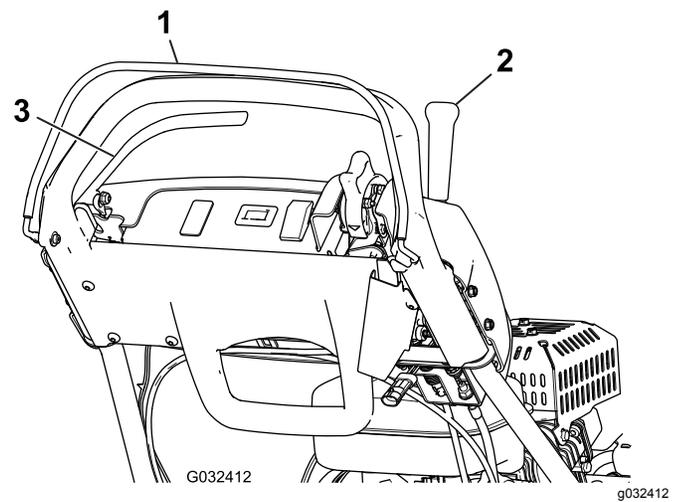

Figure 31
3. Relâchez la commande OPC et essayez d'engager le levier de commande de déplacement (Figure 31). Le levier de commande de déplacement ne doit pas s'engager. Si le levier de commande de déplacement s'engage, le système de sécurité doit être révisé. Remédiez au problème avant d'utiliser la machine ; voir Entretien du contacteur de sécurité de déplacement \(page 30\).
4. Appuyez sur la commande OPC et engagez le levier de commande de déplacement, puis relâchez la commande OPC (Figure 31). Le levier de commande de déplacement doit s'engager. Si le levier de commande de déplacement ne s'engage pas, le système de sécurité doit être révisé. Remédiez au problème avant d'utiliser la machine ; voir Entretien du contacteur de sécurité de déplacement \(page 30\).
5. Après avoir appuyé sur la commande OPC et déplacé le levier de changement vers la gauche, engagez le levier de commande de déplacement et du cylindre, puis relâchez la commande OPC (Figure 31). Le levier de commande de déplacement doit s'engager. Si le levier de commande de déplacement ne s'engage pas, le système de sécurité doit être révisé. Remédiez au problème avant d'utiliser la machine ; voir Entretien du contacteur de sécurité de déplacement \(page 30\) ou Réglage de la commande du cylindre \(page 34\).
6. Après avoir appuyé sur la commande OPC et déplacé le levier de changement vers la gauche pour engager la commande de déplacement et du cylindre, déplacez le levier de changement vers la droite pour désengager la commande du cylindre (Figure 31). La commande du cylindre doit se désengager. Si l'entraînement du cylindre ne se désengage pas, le système de sécurité doit être révisé. Remédiez au problème avant d'utiliser la machine ; voir Réglage de la commande du cylindre \(page 34\).
2. Appuyez sur la commande OPC, engagez le levier de commande de déplacement et amenez les commandes du moteur en position de démarrage (Figure 31). Essayez de mettre le moteur en marche. Le moteur ne doit pas démarrer. Si le moteur démarre, le contacteur de sécurité est défectueux. Remédiez au problème avant d'utiliser la machine. Voir Entretien du contacteur de sécurité de déplacement \(page 30\).
2. Appuyez sur le levier de commande de déplacement, serrez le frein de service et amenez les commandes du moteur en position de démarrage (Figure 31), puis essayez de démarrer le moteur. Le moteur doit démarrer. Si le moteur ne démarre pas, le contacteur de sécurité doit être révisé. Remédiez au problème avant d'utiliser la machine ; voir \(page \).
3. Moteur en marche, serrez le frein de service (pas le frein de stationnement), appuyez sur la commande OPC et engagez le levier de commande de déplacement (Figure 31). Le moteur doit alors peiner pour faire avancer la machine mais ne doit pas s'arrêter. Si le moteur s'arrête immédiatement, le contacteur de sécurité est défectueux. Remédiez au problème avant d'utiliser la machine ; voir \(page \).
4. Moteur en marche, serrez le frein de stationnement, appuyez sur la commande OPC et engagez le levier de commande de déplacement (Figure 31). Le moteur doit s'arrêter. Si le moteur ne s'arrête pas, le contacteur de sécurité est défectueux. Remédiez au problème avant d'utiliser la machine ; voir \(page \).